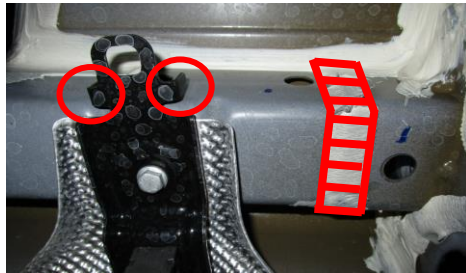

Figure 3
- Abaisser le support d'échappement et enlever le calfeutrage** - Utiliser une douille 13 mm pour retirer un (1) boulon du support d'échappement de chaque côté et abaisser le silencieux temporairement, voir **Figure 2**. Utiliser un support ou un cordon élastique (bungee) pour éviter d'endommager le silencieux. Utiliser un couteau à lame rétractable pour enlever le calfeutrage près des trous de montage, voir **Figure 3**. Pour faciliter l'installation, courber la ferrure du support d'échappement vers le bas (ou couper ses pattes) des deux côtés, voir **Figure 3**.
3. Abaisser le support d'échappement et enlever le calfeutrage – Utiliser une douille 13 mm pour retirer un (1) boulon du support d'échappement de chaque côté et abaisser le silencieux temporairement, voir **Figure 2**. Utiliser un support ou un cordon élastique (bungee) pour éviter d'endommager le silencieux. Utiliser un couteau à lame rétractable pour enlever le calfeutrage près des trous de montage, voir **Figure 3**. Pour faciliter l'installation, courber la ferrure du support d'échappement vers le bas (ou couper ses pattes) des deux côtés, voir Figure